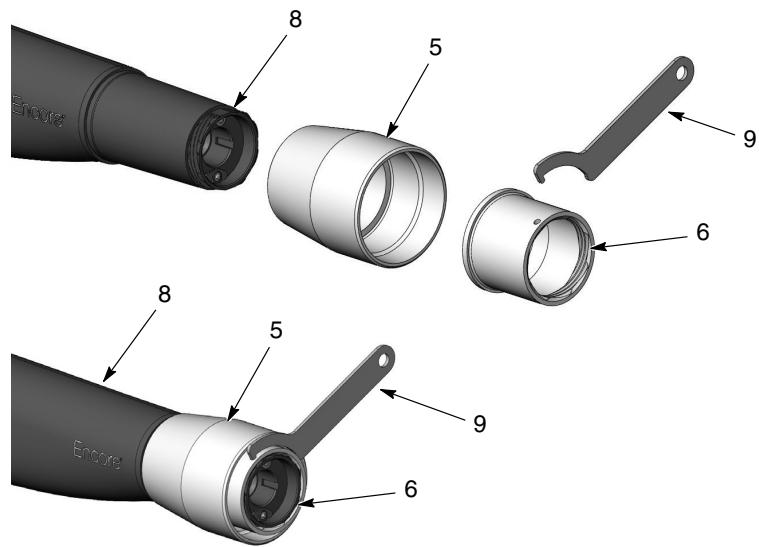

Figure 5 Pose des écrous de corps et de retenue sur le pistolet de pulvérisation
- Voir la figure 5. Glissez l'écrou du corps (5) sur l'extrémité du pistolet de pulvérisation (8). Visser l'écrou de retenue (6) sur l'avant du pistolet de pulvérisation à l'aide de la clé tricoise (9) fournie avec l'extension. Lorsque l'écrou de retenue en place, l'écrou de corps devrait pouvoir tourner librement.
4. À moins qu'il soit nécessaire de les remplacer, l'écrou de corps ou l'écrou de retenue peuvent restés montés sur le pistolet de pulvérisation. S'il faut les remplacer, retirer l'écrou de retenue du pistolet de pulvérisation à l'aide de la clé tricoise comme illustré dans la Figure 5.